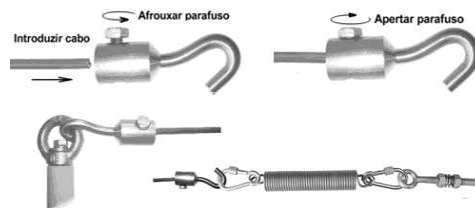

Fig. 3 – Ganchos e Mola tracionadora
- 4.3 Para fixar as extremidades do cabo nos ganchos e nos esticadores, basta afrouxar o parafuso, introduzir o cabo pelo furo e apertar firmemente o parafuso (fig. 3).